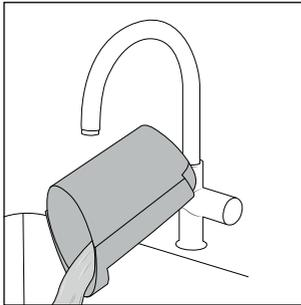

Afb. 20
1. Druk de knop boven het vuilwaterreservoir **2** omlaag (zie afb. 20). Houd het vuilwaterreservoir **2** bij de greep vast als u de knop omlaag drukt.
2. Trek het vuilwaterreservoir **2** naar voren toe uit het apparaat (zie afb. 20).